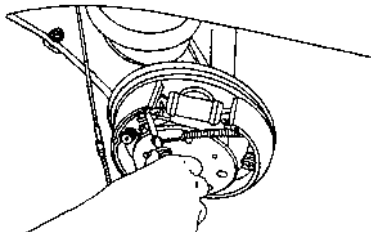

Рис. 7.43.
- снять (например, с помощью подходящей отвертки или специальной скобы-съемника) верхнюю стяжную пружину тормозных колодок (рис. 7.43);
- установить верхнюю стяжную пружину (например, с помощью подходящей отвертки или специальной скобы-съемника) (рис. 7.43).